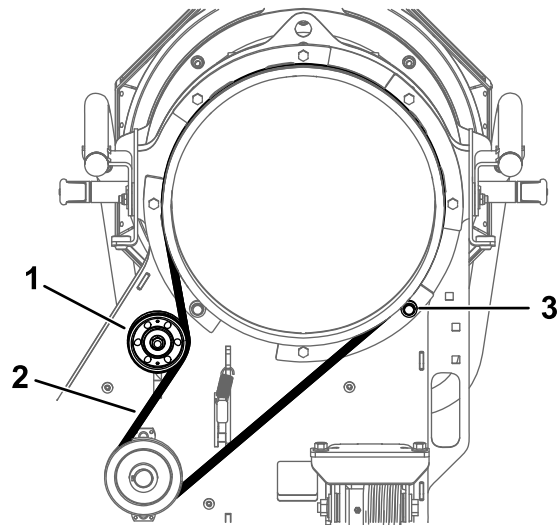

Figure 36
1. Boulon (3)
4. Desserrez l'écrou sur la poulie supérieure et poussez la poulie vers le haut pour détendre la courroie (Figure 36).
5. Déposez le roulement à rouleaux (Figure 36).
6. Enlevez la courroie et remplacez-la par une neuve (Figure 36).
7. Reposez le roulement à rouleaux (Figure 36).
8. Descendez la poulie supérieure jusqu'à obtention d'une flèche de 5 mm (0,19 po) au centre du grand brin, et serrez l'écrou (Figure 36).